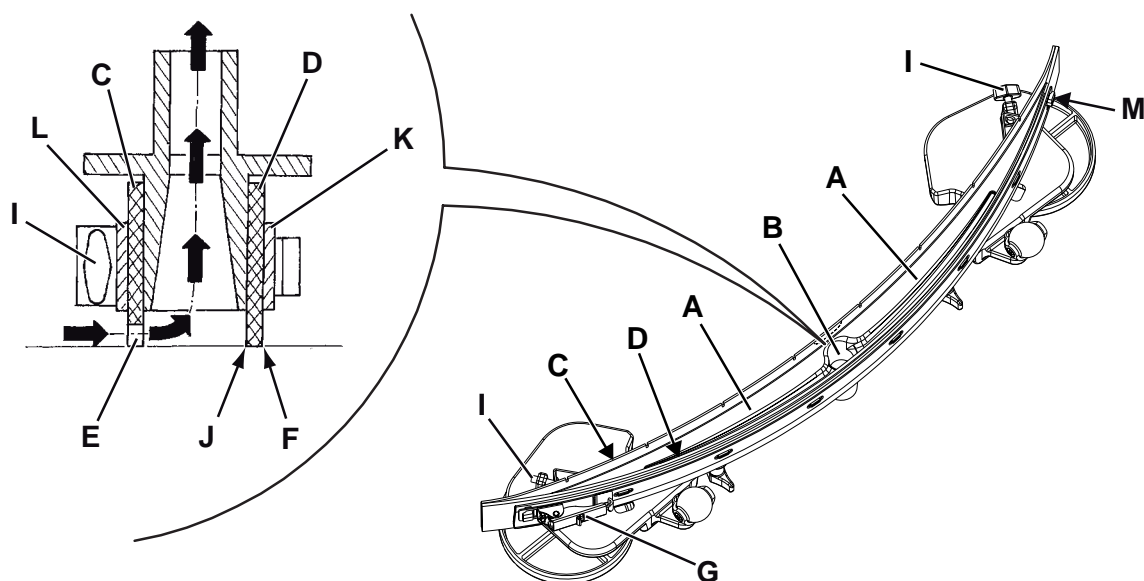

Figure 7
2. Introduire la clé de contact (58) et la tourner sur "1".
3. Baisser l'embouchure (30) en appuyant sur l'interrupteur (65).
4. Positionner la clé de contact (58) sur "0".
5. Déconnecter le tuyau d'aspiration (31) de l'embouchure.
6. Desserrer les boutons (34) et déposer l'embouchure (30).
7. Laver et nettoyer l'embouchure. Nettoyer en particulier les compartiments (A, Fig. 7) et l'orifice (B) de la saleté et des déchets. Contrôler si la lamelle en caoutchouc avant (C) et la lamelle en caoutchouc arrière (D) sont intactes et qu'elles ne présentent pas de coupures ou déchirures ; en cas contraire, les remplacer selon les instructions suivantes.
1. Nettoyer l'embouchure (Fig. 7) comme décrit au paragraphe précédent.
2. Contrôler que le bord (E) de la lamelle en caoutchouc avant (C) et le bord (F) de la lamelle en caoutchouc arrière (D) se posent simultanément sur le marbre de contrôle, et en toute leur longueur ; dans le cas contraire, régler leur hauteur en procédant selon les instructions suivantes :
- Décrocher le tirant (G), décrocher le dispositif de retenue (M) et régler la lamelle en caoutchouc arrière (D), puis accrocher le dispositif de retenue et fixer avec le tirant.
- Desserrer les boutons (I) et régler la lamelle en caoutchouc avant (C), puis serrer les boutons.
3. Contrôler que la lamelle en caoutchouc avant (C) et la lamelle en caoutchouc arrière (D) sont intactes et qu'elles ne présentent pas de coupures ou déchirures ; en cas contraire, les remplacer en procédant comme suit. Contrôler que l'arête (J) de la lamelle en caoutchouc arrière n'est pas usée ; en cas contraire, tourner la lamelle en caoutchouc, en remplaçant l'arête usée avec l'une des trois arêtes intactes. Si toutes les arêtes sont usées, remplacer la lamelle en caoutchouc en procédant comme suit :
- Dégager le tirant (G), décrocher du dispositif de retenue (M) et déposer la bande de retenue (K), puis remplacer / tourner la lamelle en caoutchouc arrière (D).
- Dévisser les boutons (I) et enlever la bande de retenue (L), puis remplacer la lamelle en caoutchouc avant (C).
4. Connecter le tuyau d'aspiration (31) à l'embouchure.